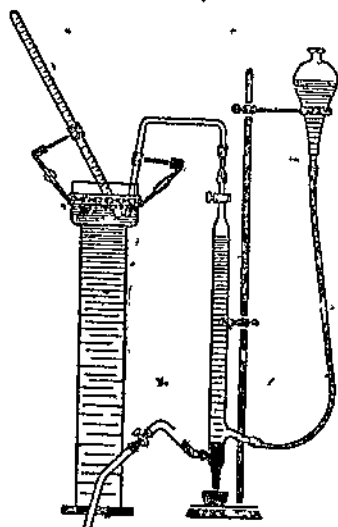

Рис. 72. Переведение азота.
6. Подняв грушу на такую высоту, чтобы уровни жидкостей в трубке и в груше находились на одной высоте, оставляют аппарат в таком положении на полчаса. Теперь можно непосредственно отсчитать объем азота и вычислить его процентное содержание по нижеприводимой формуле, но обыкновенно азот предварительно переводят в эвдиометрическую трубку. Для этого верхнюю отводную трубку аппарата опускают в специальный цилиндр (рис. 72), наполненный водой, следя за тем, чтобы воздух не попал в трубку; в противном случае отсасывают его дузырьки капиллярной пипеткой.